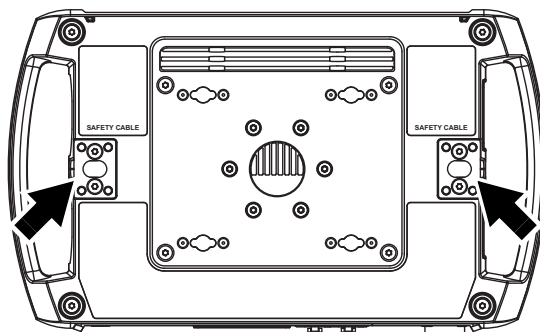

Figure 6: Fixations de l'élingue de sécurité
5. Voir Figure 6. Installez une élingue de sécurité homologuée pour le poids de l'appareil. Bouclez-la dans le point de fixation (indiqué par